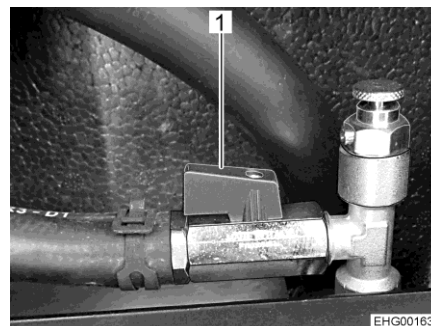

Bild 171 Kulventil (öppen)
- Ställ spaken (Bild 171,1) parallellt med rörledningen.